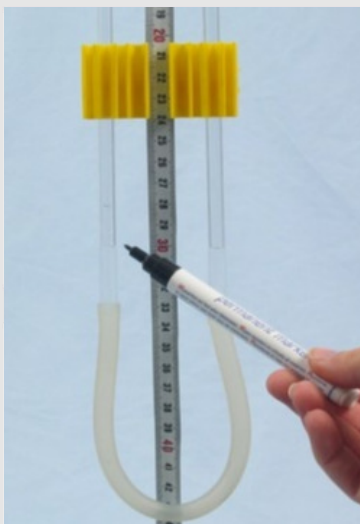

Fig. 20
8. Mide la distancia Δ_l de los dos niveles de agua en las patas del manómetro y anotalo en la tabla (Fig. 20).